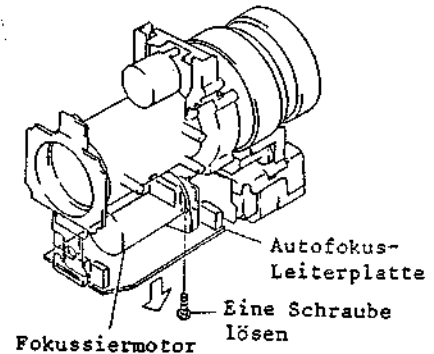

Abb. 2-101 Ausbau der Autofokus-Leiterplatte
#### 4-4 Ausbau des Fokussiermotors (Abb. 2-101, 2-102)
2. Eine (1) Schraube lösen und die Autofokus-Leiterplatte in Pfeilrichtung aufklappen (siehe Abb. 2-101).
2. Die Autofokus-Leiterplatte aufklappen (siehe Abb. 2-101).